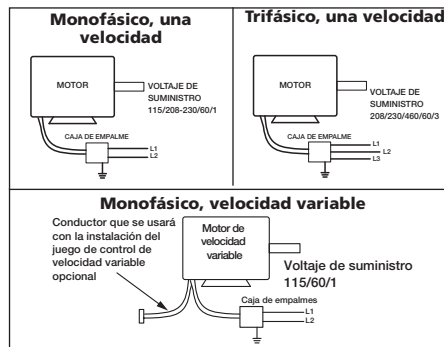

Figura 7 — Diagrama de Cableado Típico
- Monte y conecte el interruptor de desconexión segura que se encuentra debajo de la cubierta del ventilador y conecte el motor según el diagrama de cableado de conexiones. Consulte la Figura 7 en la sección Conexión eléctrica, página 6. Conecte los interruptores de control a nivel del suelo.
- Monte y conecte el interruptor de desconexión segura que se encuentra debajo de la cubierta del ventilador y conecte el motor según el diagrama de cableado de conexión del motor. Conecte los interruptores de control al nivel del suelo. Consulte la sección Conexión Eléctrica, en la página 6, Figura 7.
**NOTA:** Consulte la Figura 7 para conocer el diagrama de cableado.